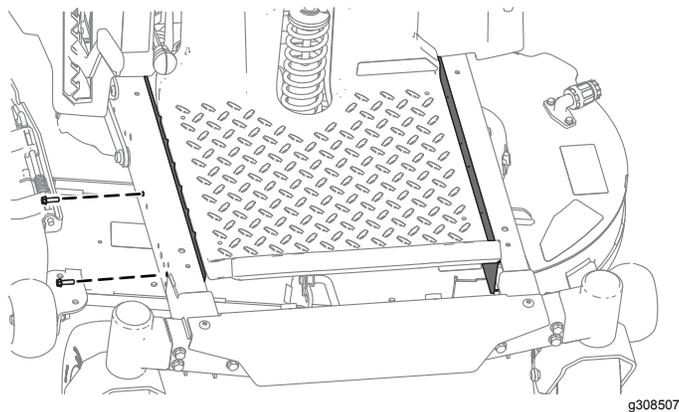

Figura 1
2. Retire los protectores de ambos lados del bastidor (Figura 1).
2. Sujete los protectores al bastidor usando los pernos que retiró en 2 Retirada de los protectores \(página 1\), como se muestra en la Figura 1.